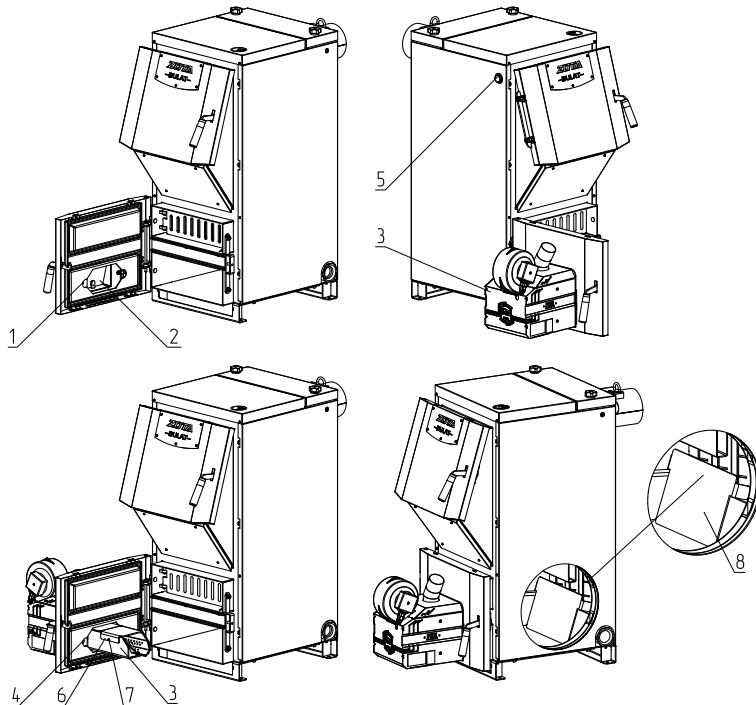

Рис. 11 Порядок установки pelletной горелки на твердотопливные котлы ZOTA Bulat 18, 23, 28, 35, 45
- Выкрутите две гайки М8 (Рис.11, поз.1) и снимите поддувало (Рис.11, поз.2).
- Снимите с горелки отбойник (Рис.11, поз.6) выкрутив винты (Рис.11, поз.7) и установите горелку (Рис.11, поз.3) на котел как показано на рисунке 11, затем установите отбойник обратно зафиксировав его винтами.
- Зафиксируйте горелку двумя гайками М8 (Рис.11, поз.4).
- Установите отбойник топки Zota Bulat (Рис.11, поз.8) в котёл как показано на рисунке 11.
Внимание! Запрещается эксплуатация pelletной горелки ZOTA Fox без установленного отбойника топки Zota Bulat (Рис.11, поз.8). Отсутствие отбойника топки Zota Bulat при использовании pelletной горелки приводит к прогару водонехолаждаемых поверхностей. В случае нарушений условий эксплуатации, рекламации не принимаются.
Отбойник топки (Рис.11, поз.8) выполняет защитные функции и в процессе эксплуатации из-за воздействия на него высоких температур может изнашиваться, поэтому он является расходным материалом и гарантия на него не распространяется.
Для установки гильзы под датчик температуры и перегрева снимите пробку или тягорегулятор (если установлен) и установите гильзу (Рис.11, поз.7) в освободившееся отверстие.